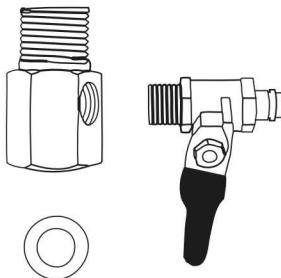

Рис. 7
* — в некоторых моделях узел подачи воды может быть выполнен в виде двух раздельных деталей: тройника и крана подачи воды (см. рис. 7 на стр. 8).
2.1. Соберите узел подачи воды путем соединения крана подачи воды с тройником, как показано на рис. 7.